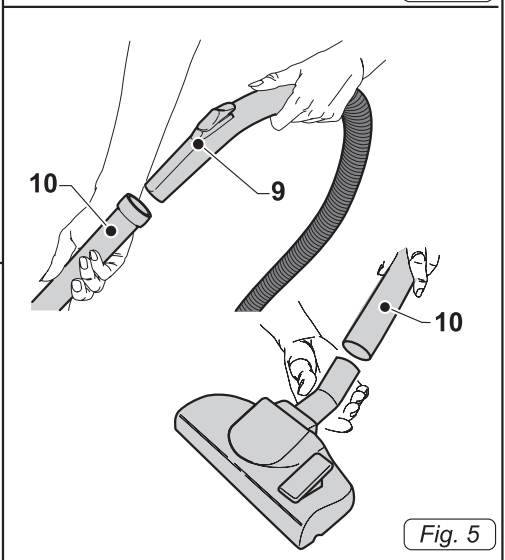

Fig. 5
- Прикрепить к эргономичной ручке (9 Рис. 5) шланга удлинитель (10 Рис. 5).